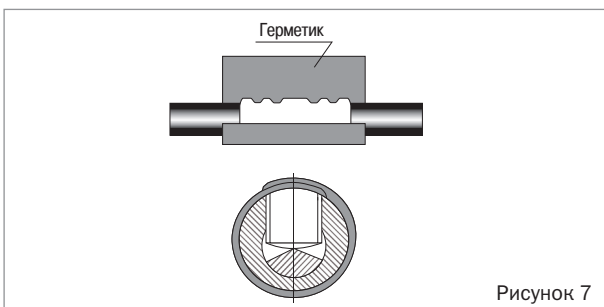

Рисунок 7
- и обернуть гильзу, постепенно снимая бумагу. После обертывания гильзы места срыва головок болтов должны быть закрыты пластиной в два слоя. Обжать пластину рукой (рисунок 7).